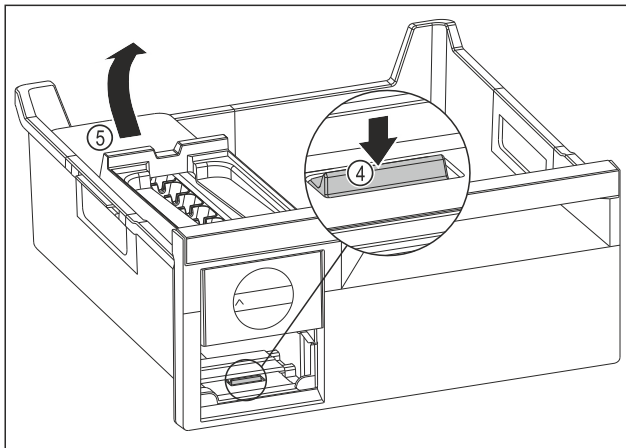

Fig. 130
- ▶ Wymywanie korpusu EasyTwist-Ice: Nacisnąć nakładkę Fig. 130 (4) palcem w dół i jednocześnie podnieść korpus EasyTwist-Ice Fig. 130 (5) od tyłu drugą ręką.